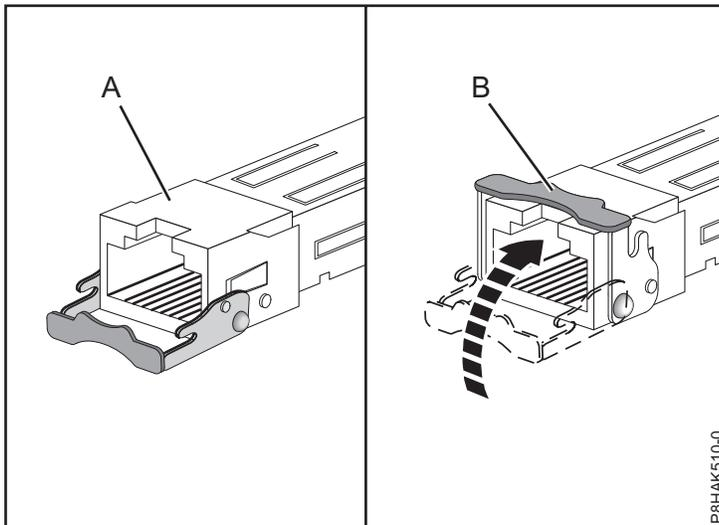

Abbildung 33. SFP-Transceiver im Adapter austauschen
- b. Schieben Sie den Transceiver (A) in den Adapter.
- c. Drücken Sie bei geöffneter Verriegelung (A) auf die Verriegelung, indem Sie sie zur Karte hin nach oben drehen, wie in Abb. 33 auf Seite 52 dargestellt.